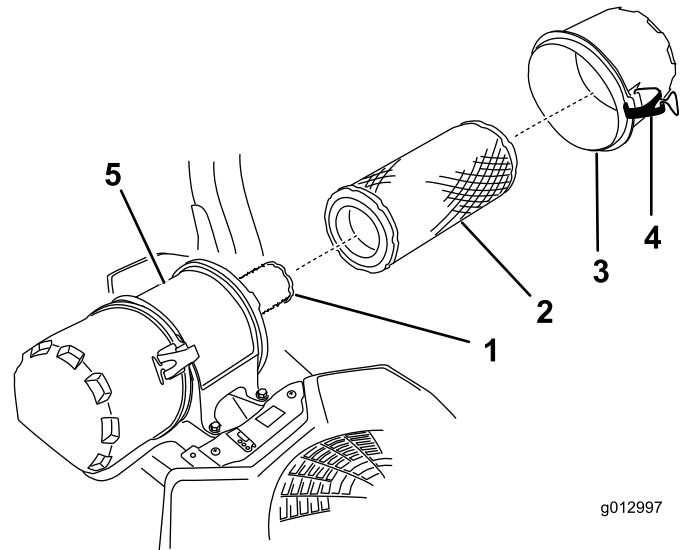

Figura 48
- Abra los cierres del limpiador de aire y tire de la tapa de la entrada de aire para separarla del cuerpo del limpiador de aire (Figura 48).
- Extraiga con cuidado el filtro primario de la carcasa del limpiador de aire (Figura 48).
- Si va a cambiar el filtro interno, deslícelo cuidadosamente en el cuerpo del filtro (Figura 48).
- Deslice cuidadosamente el filtro primario por encima del filtro interno (Figura 48).
- Instale la tapa del limpiador de aire y fije los cierres (Figura 48).